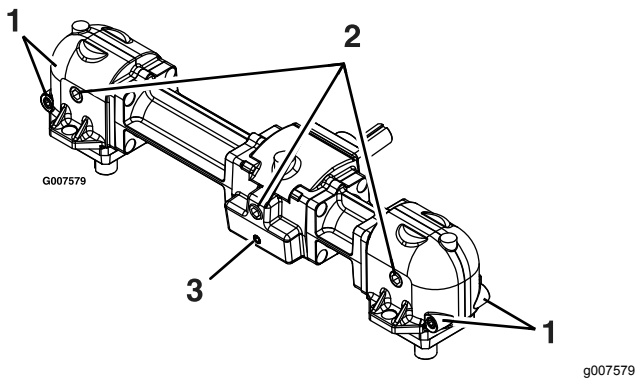

Figure 32
5. Enlevez le grand bouchon de vidange d'huile à l'avant de chacune des trois éléments du boîtier d'engrenages, et vidangez l'huile (Figure 32).